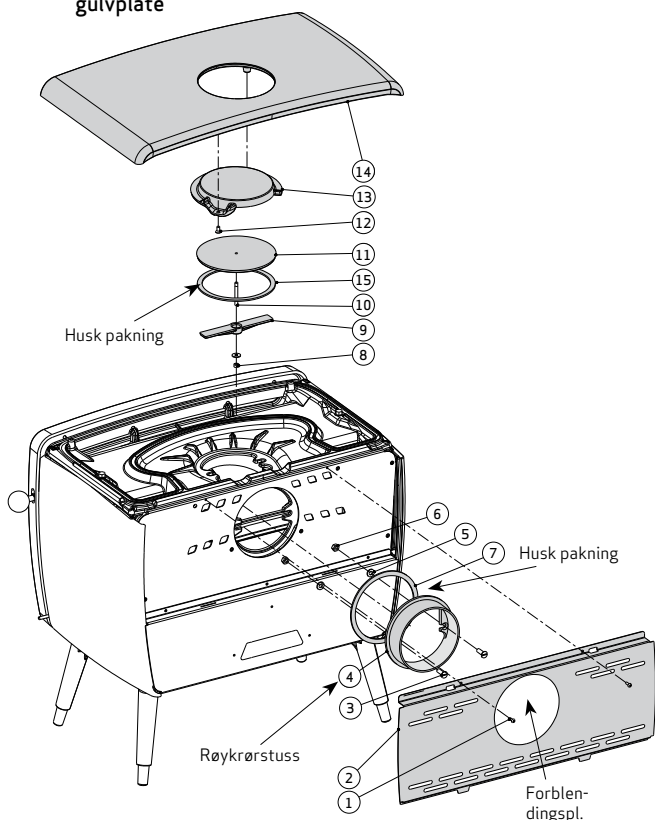
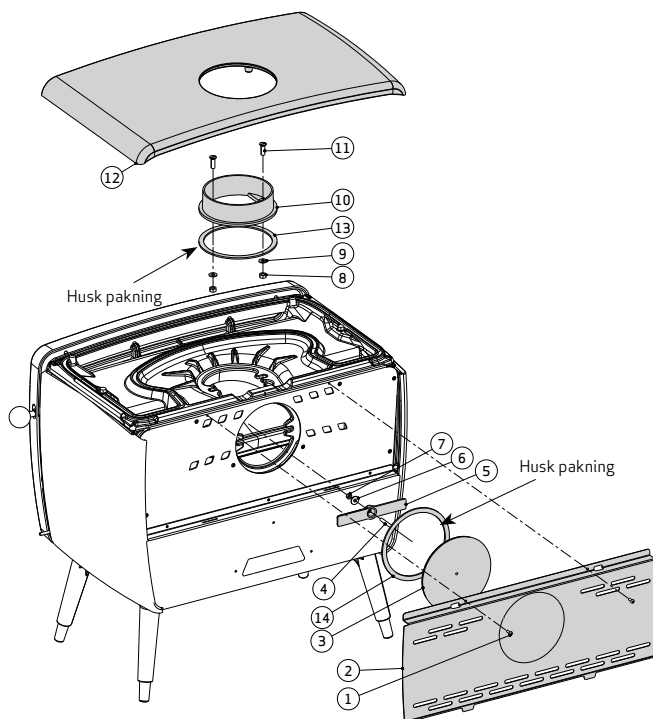

Fig. 6 Montering av røykuttak bak
Fig. 7 Montering av røykuttak topp
2. For å lette transporten og arbeidet med monteringen: løft av topplaten fig.6 del (14) og innvendige
3. Montering av røykuttak bak (fig. 6). Skru av dekslet (2) og fjern blendingspl. for bakuttak. Legg pakningssnoren (7) på røykrørstuss. Fest deretter røykrørstussen (4) med skruene (3), skivene (5) og mutter (6). Monter deretter dekslet (2) tilbake. Monter panneskrue (10) til blindlokket (11). Påfør ovnskitt på undersiden av blindlokket. Legg blindlokket på plass og fest dette med travers (9) fra undersiden med skive og mutter (8).
NB! Strammes skruen for blindlokket for hardt til, kan traversen knekke. Se fig. 6 (9) og 7(5).
- Montering av røykuttak topp fig. 7. Skru av dekslet (2). Fjern blindlokket (13) fra topplaten (14) fig. 6. Demonter påmontert blindlokk (13) fig. 6 med å fjerne mutter (8) se fig. 6. Legg pakningsnoren (13) fig. 7 på undersiden av røykrørstuss. Fest røykrørstuss med skruene (11), skive (9) og mutter (8). Monter pineskrue (4) til blindlokk (3). Monter blindlokket (3) med traversen (5) fra innsiden med skive (6) og mutter (7).